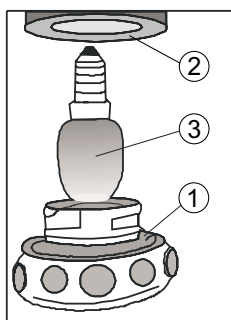

Bild 23
- Die Glühlampe ist locker - das Abdeckglas 1 aus der Fassung 2 herausdrehen und die Glühlampe 3 nachdrehen (Bild 23).